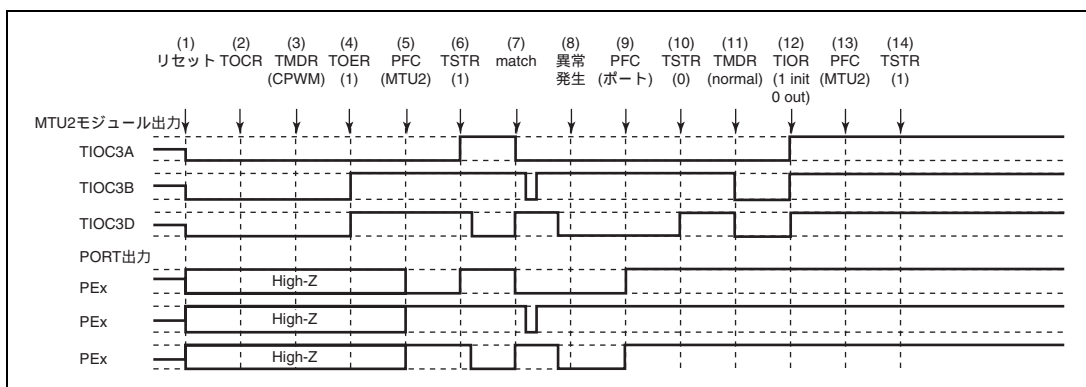

図 12.159 相補 PWM モードで異常が発生し、ノーマルモードで復帰する場合
相補 PWM モードで異常が発生し、再設定後ノーマルモードで再スタートする場合の説明図を図 12.159 に示します。
- (1) ~ (10) は図 12.159 と共通です。
- (11) PWM モード 1 を設定してください (MTU2 出力はローレベルとなります)。
- (12) TIOR で端子を初期化してください (PWM モード 1 では TIOC*B 側は初期化されません)。
- (13) PFC で MTU2 出力としてください。
- (14) TSTR で再スタートします。
(23) 相補 PWM モードで動作中に異常が発生し、相補 PWM モードで再スタートする場合の動作
- (11) PFC で MTU2 出力としてください。
- (12) TSTR で再スタートします。
- (13) コンペアマッチの発生により相補 PWM 波形を出力します。
(24) 相補 PWM モードで動作中に異常が発生し、相補 PWM モードで新たに再スタートする場合の動作
(1) ~ (10) は図 12.159 と共通です。
(11) ノーマルモードを設定し新しい設定値を設定してください (MTU2 出力はローレベルとなります)。
(12) TOER でチャンネル 3、4 の出力を禁止してください。
(13) TOCR で相補 PWM モードの出力レベルと周期出力の許可禁止を選択してください。
(14) 相補 PWM を設定します。
(15) TOER でチャンネル 3、4 の出力を許可してください。
(16) PFC で MTU2 出力としてください。
(17) TSTR で再スタートします。
(25) 相補 PWM モードで動作中に異常が発生し、リセット同期 PWM モードで再スタートする場合の動作
- (11) ノーマルモードを設定してください (MTU2 出力はローレベルとなります)。
- (12) TOER でチャンネル 3、4 の出力を禁止してください。
- (13) TOCR でリセット同期 PWM モードの出力レベルと周期出力の許可禁止を選択してください。
- (14) リセット同期 PWM を設定します。
- (15) TOER でチャンネル 3、4 の出力を許可してください。
- (16) PFC で MTU2 出力としてください。
- (17) TSTR で再スタートします。
(26) リセット同期 PWM モードで動作中に異常が発生し、ノーマルモードで再スタートする場合の動作